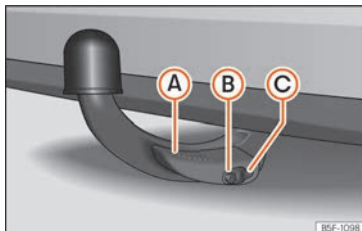

Fig. 176 Le crochet d'attelage est correctement fixé
- Le levier (A) est vers le haut »» fig. 176.
- La partie rouge et verte de la broche de déverrouillage (B) est complètement visible »» fig. 176.
- Le cache (C) se trouve sur la serrure »» fig. 176.
- Lors de la fixation du crochet d'attelage, pour éviter de vous pincer les doigts, il est recommandé de garder les mains loin du levier (A) »» fig. 176.